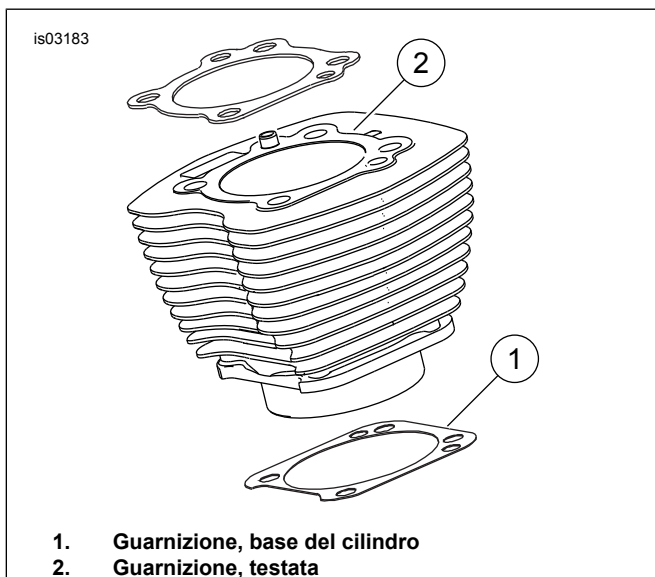

Figura 1. Guarnizioni del cilindro
Figura 1. La guarnizione (1) da 4,060 in della base del cilindro e quella della testata (2) eliminano la necessità di usare anelli di tenuta O-ring. Non utilizzare anelli di tenuta O-ring su perni di riferimento o su codoli dei cilindri.